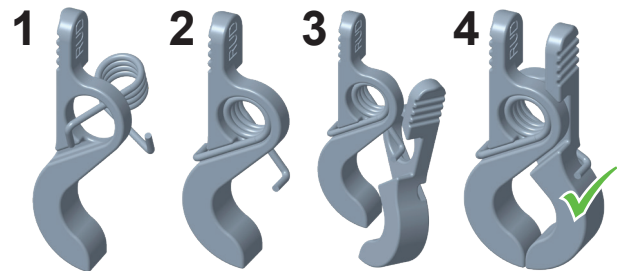

Abb. 24: Montagereihenfolge Schenkelfeder
- 5 Montieren Sie die beiden Hebel sowie die Schenkelfeder als eine Einheit (Zangverschluss). Dabei muss die Schenkelfeder von der Mitte durch beide Bohrungen der Hebel montiert und jeweils in die seitliche Nut eingeführt werden. Montagereihenfolge siehe Abb. 24.